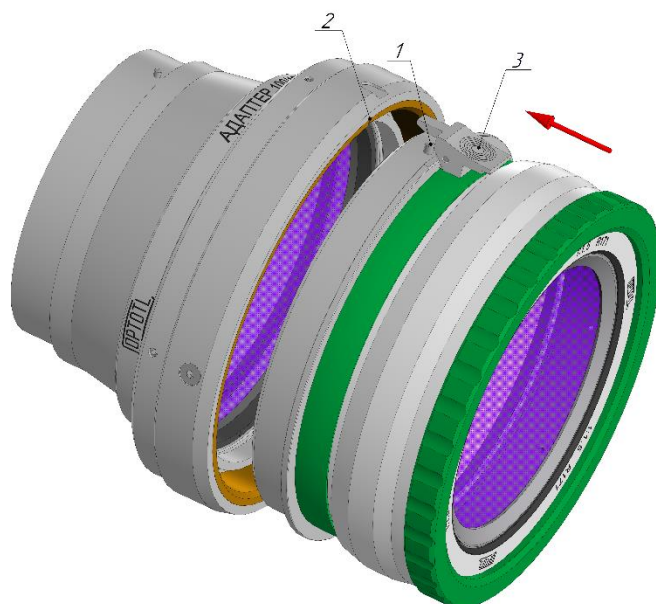

Рисунок 1. Соединение адаптера и объектива
- Штифты байонета объектива 1 заводятся в соответствующие прорези байонета адаптера 2 (Рис. 1),